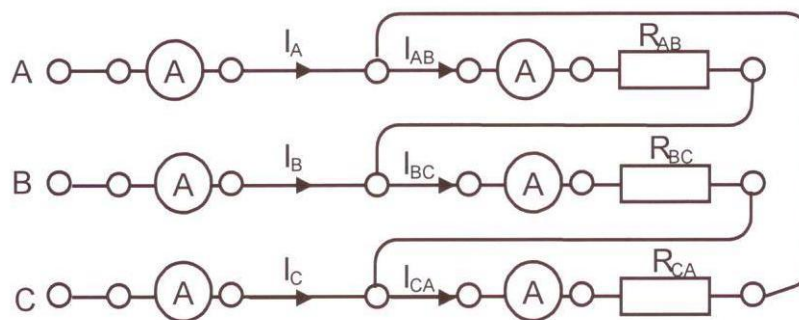
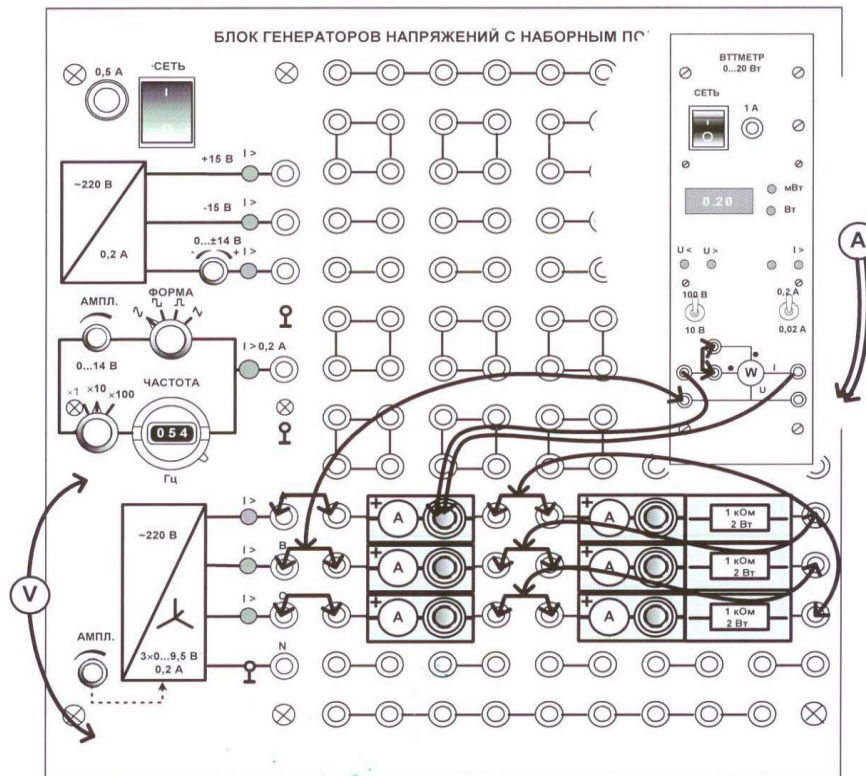

Рис. 13.1. Схема соединения нагрузки треугольником
Рис. 13.2. Монтажная схема
5.1. Соберите цепь с симметричной активной нагрузкой ($R_{AB} = R_{BC} = R_{CA} = 1 \text{ кОм}$) согласно принципиальной схеме (рис. 13.1) и монтажной схеме (рис. 13.2).